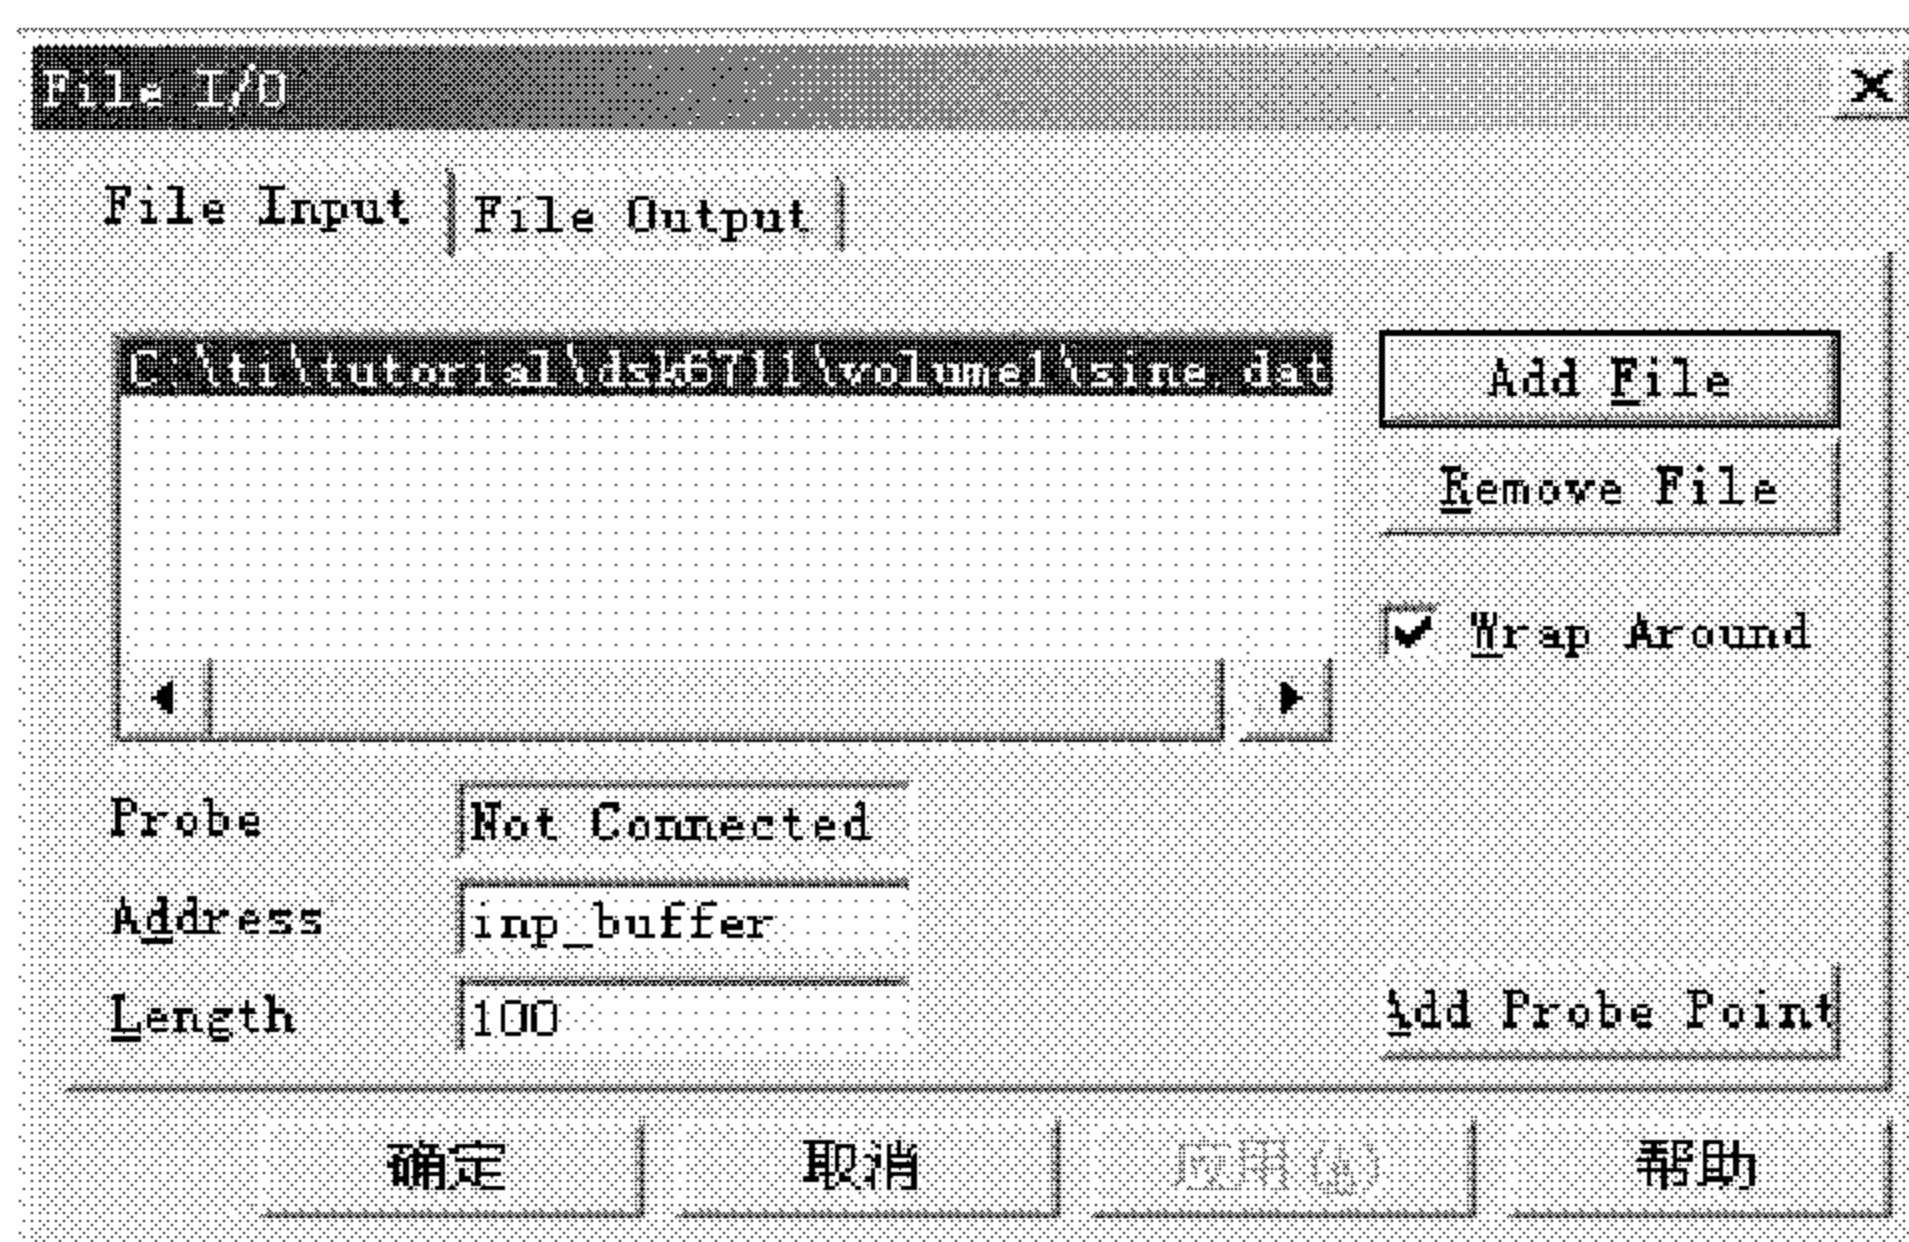

图 3.13 File I/O 对话框
(1) 选择 File → Load Program，把编译链接后生成的可执行文件加载到目标 DSP 中。
(2) 双击工程视窗中的源文件 filename.c，在编辑窗中打开此源文件，并把光标移动到需要设置探点的行上。
(3) 点击工具栏中的 Toggle Probe Point 图标，在此行设置一个探点，此行的前面会出现一个绿色棱形，标识此行已设置了一个探点。
(4) 选择 File → File I/O，打开 File I/O 对话框，如图 3.13 所示。